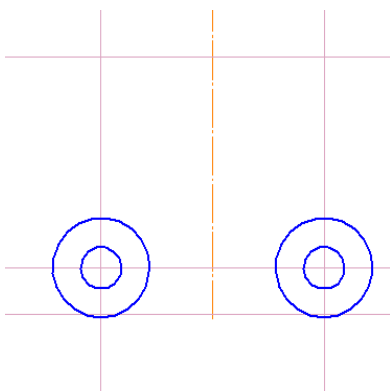

Рисунок 3.8 – Создание окружностей
8. Создайте окружности диаметром 52 мм и 22 мм **Стоп** (рисунок 3.8).